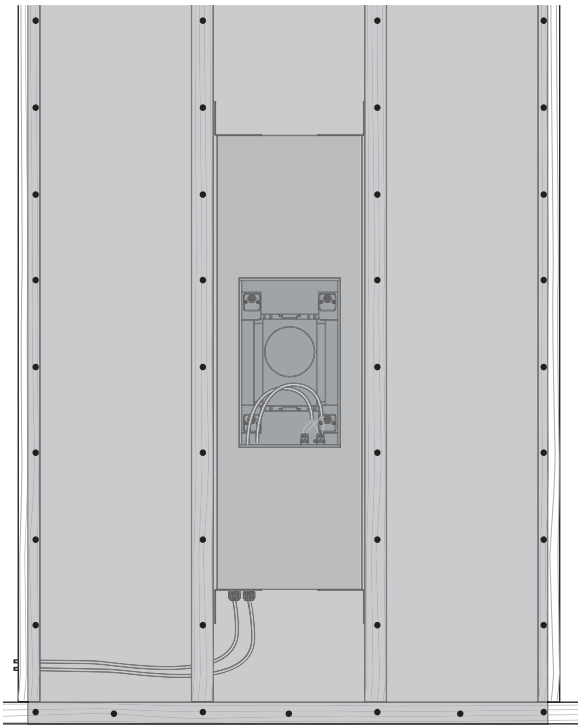

Abb. 6. Trockenbauschrauben.
1. Die Installation von Trockenbauwänden um die Position der hinteren Dose erfolgt am besten mit einer einzigen großen Platte, wobei die vertikale Mittellinie über der vertikalen Mittellinie der hinteren Dose zentriert ist (Abb. 6). Alternativ kann die Abdeckung belassen und die Trockenbauwand in vier Abschnitten um die Abdeckung herum installiert werden.